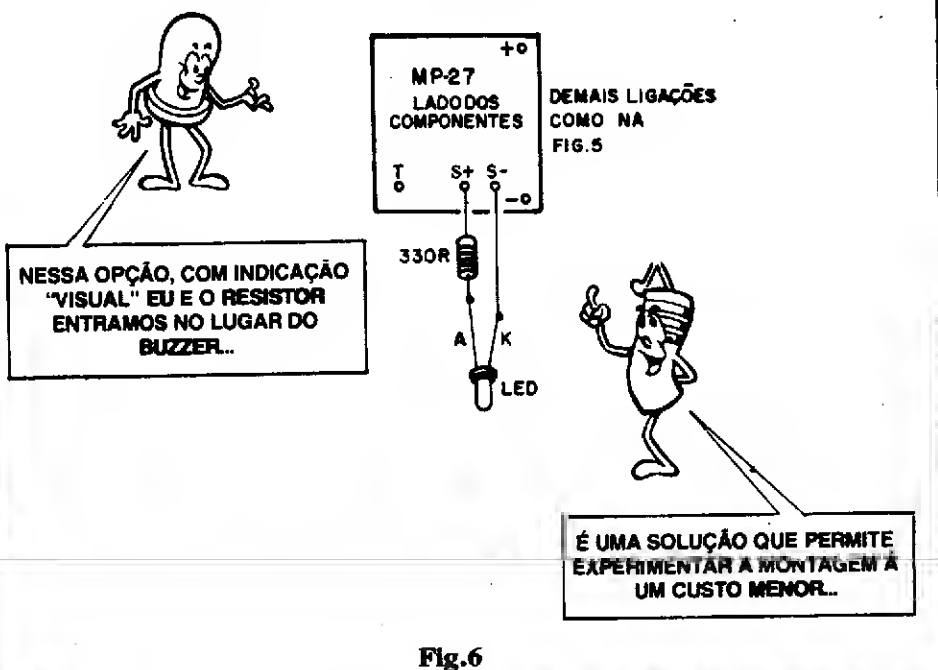

Fig. 6
- FIG. 6 - Modificações nas ligações externas à placa, para a indicação visual optativa. Quem pretender economizar um pouco, substituindo o buzzer original (indicação sonora) pelo conjunto LED/resistor (indicação visual), deverá guiar-se pela modificação mostrada na figura... Observem que as demais conexões (à placa sensora e às pilhas) continuam absolutamente iguais às mostradas na figura 5... ATENÇÃO à identificação dos terminais do LED, em função da polaridade dos contatos de ligação codificados na